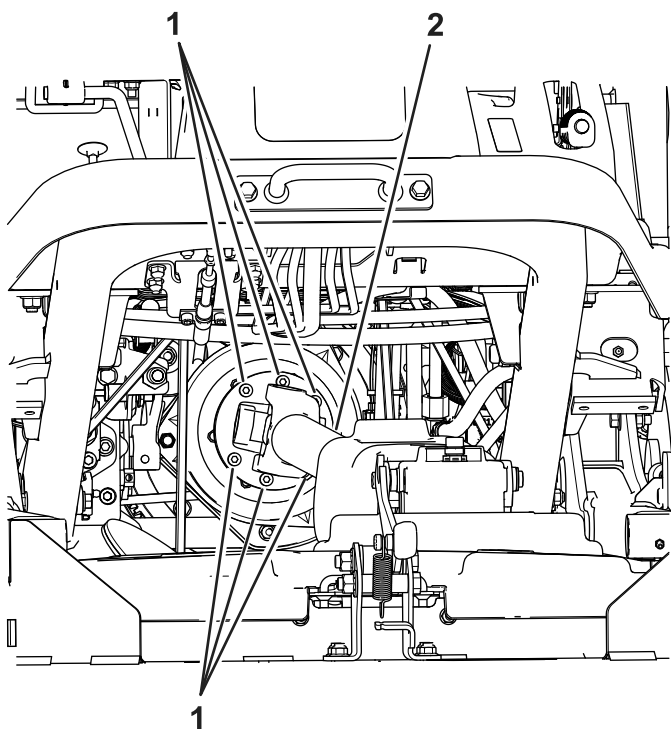

Figure 2
3. Retirez les 6 boulons qui fixent l'arbre d'entraînement à l'embrayage (Figure 2). Mettez les fixations au rebut.
5. Installez le nouvel arbre d'entraînement sur l'embrayage à l'aide de 6 boulons à tête hexagonale creuse (M8-1,25 x 30 mm) ; voir Figure 2.